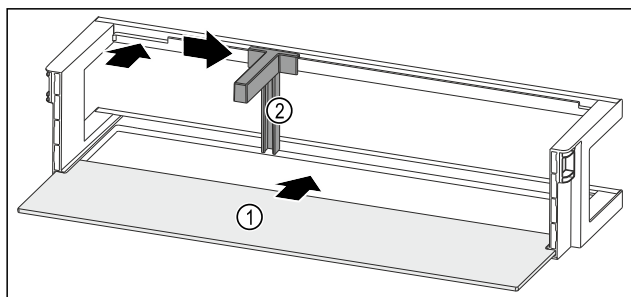

Fig. 126 Balconnet de contre-porte avec tablette de rangement
- Insérer la tablette de rangement Fig. 126 (1) dans les évidements latéraux.
- Insérer le porte-bouteilles Fig. 126 (2) dans l'évidement.
- Pousser le porte-bouteilles Fig. 126 (2) sur le côté en position souhaitée.